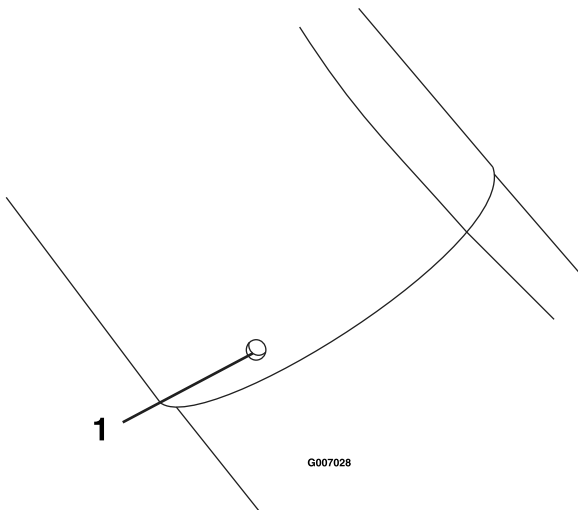

Figura 20
9. Perfore los taladros de 5.6 mm (7/32") de diámetro en el tubo inferior usando los taladros del tubo superior como referencia (Figura 20).